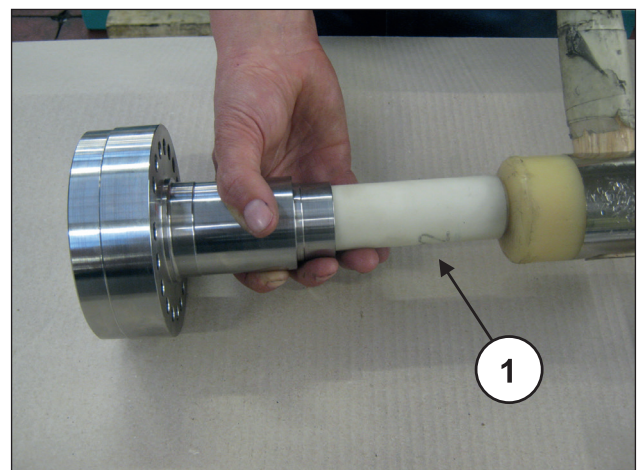
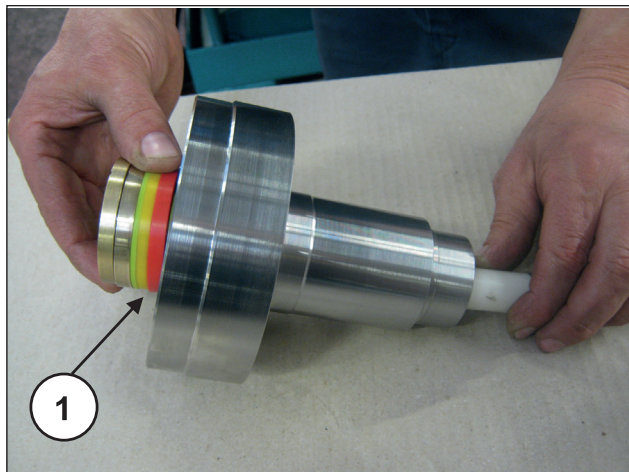

Abb. 192
Abb. 193
Nehmen Sie mit abgetrenntem HD-Dichtungshalter und mit einem passenden Kunststoffdorn (Pos. ①, Abb. 192) den HD (Hochdruck) Dichtungssatz (Pos. ① Abb. 193) heraus und entnehmen schließlich die Kopfdichtung (Abb. 194).
Bei jedem Ausbau muss der HD-Dichtungssatz (Pos. ①, Abb. 193) ausgetauscht werden.